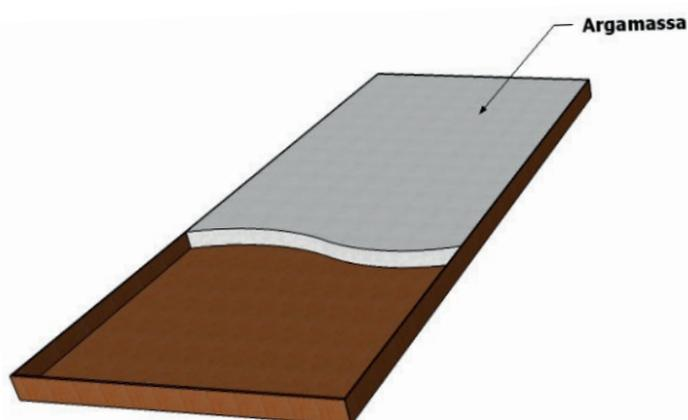

Fig. 8 - Espalhamento da argamassa
- Espalhar argamassa sobre o molde, preenchendo-o por completo (fig. 8);